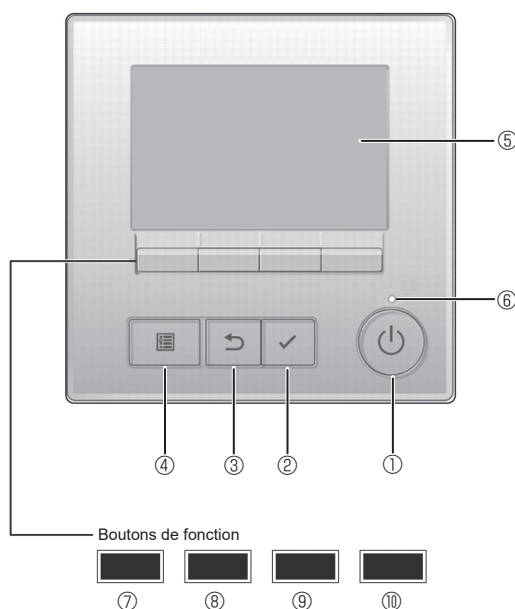

Fig. 7-2
7.3.1. Utilisation de la télécommande filaire (Fig. 7-2)
① Touche [Marche / Arrêt]